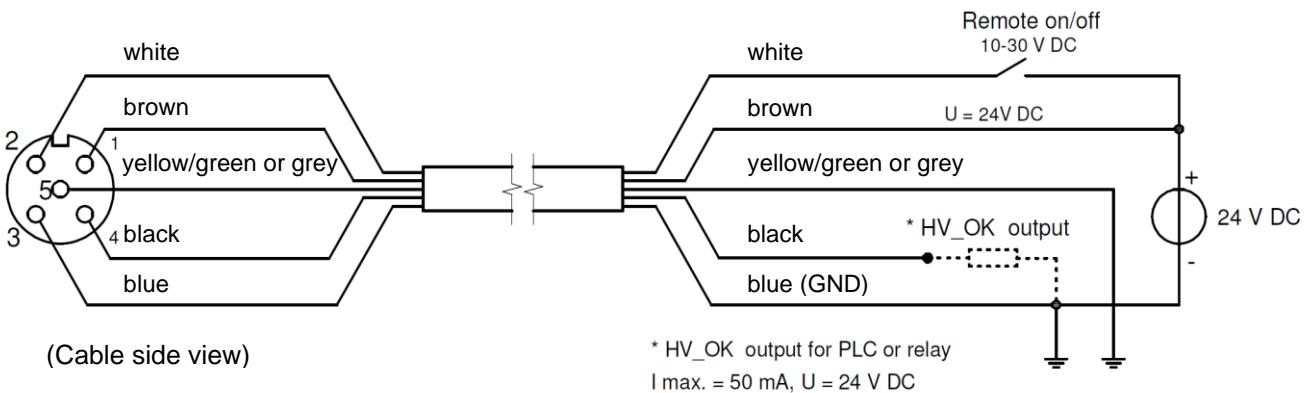

Figure 7 : Câblage du Performax IQ Easy et du Performax IQ Easy Speed
- Brancher les câbles comme indiqué en Figure 7.